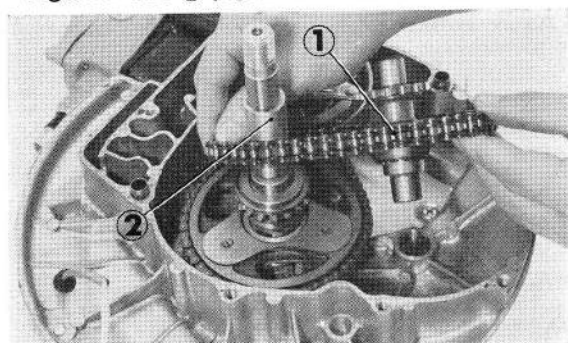

Figure 2-37 : ① pignon entraîné secondaire
6. Déposer les pignons entraîné et entraîneur secondaires en même temps que la chaîne (figure 2-37).